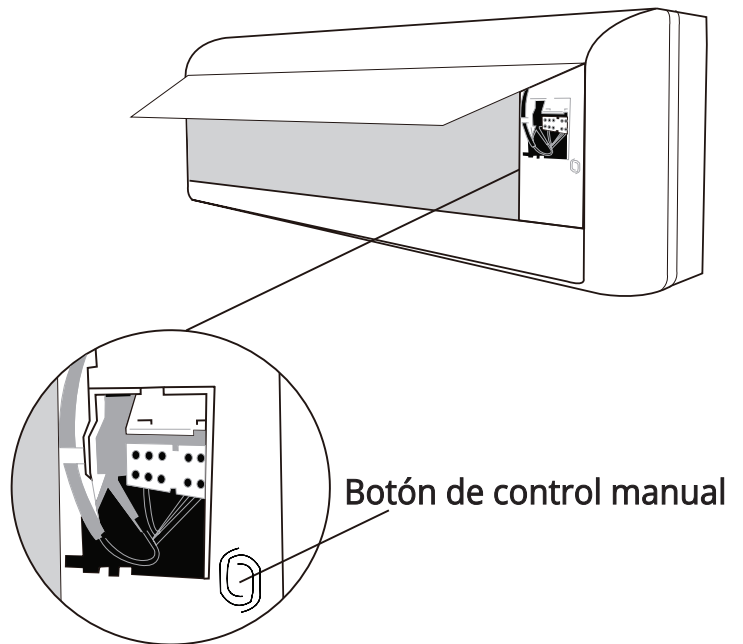

Fig. 9.1
2. El **BOTÓN DE CONTROL MANUAL** está ubicado en el lado derecho de la unidad (consulte la Fig. 9.1). Púlselo dos veces para seleccionar la función FRÍO.